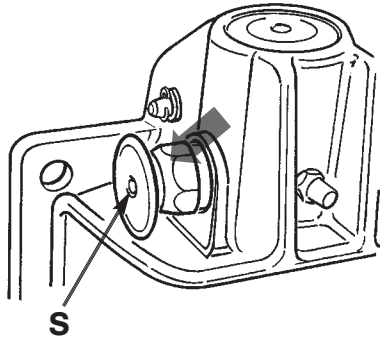

Abb. 2
- Sicherungsgriff (S) herausziehen (s. Abb. 2)